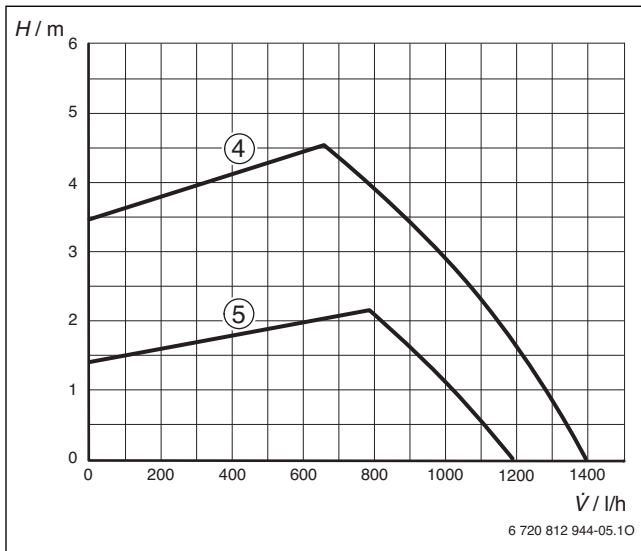

Fig. 3
- **04**: 高比例压力, → 特征曲线 4, 图 3
- **05**: 低比例压力, → 特征曲线 5, 图 3